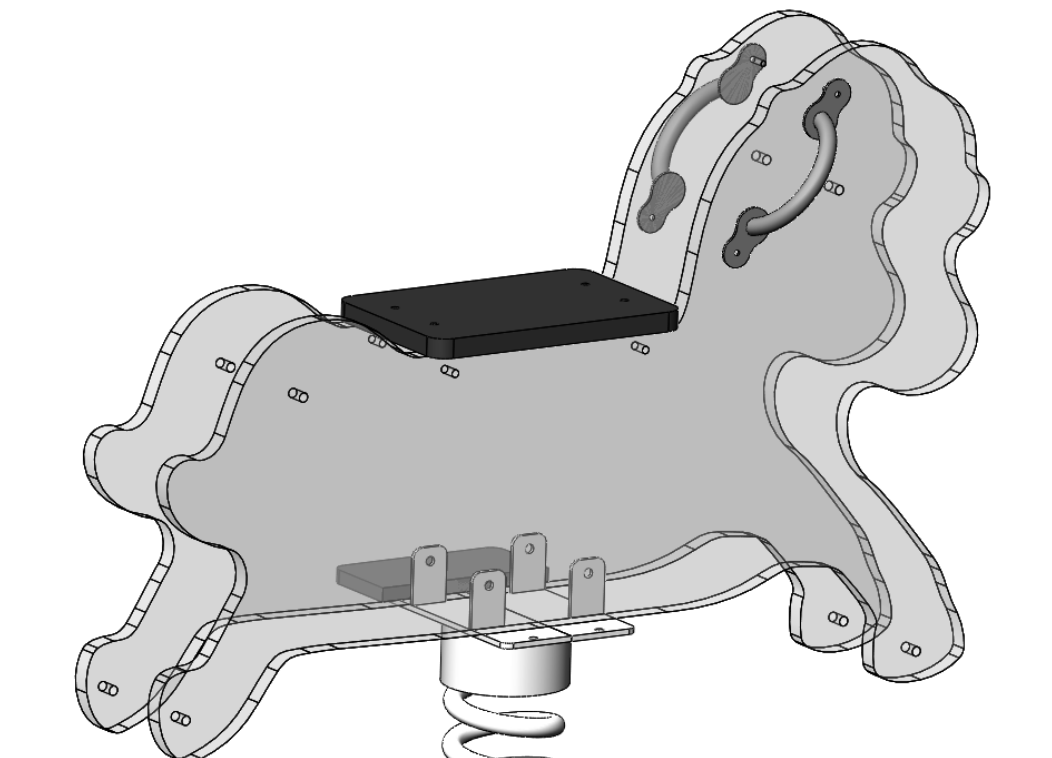

Рисунок 3
2. «Корпус» качалки зафиксировать между металлическими пластинами болтами M8x40 + шайба + гайка пласт стопор + колпачок (рис. 3,4).